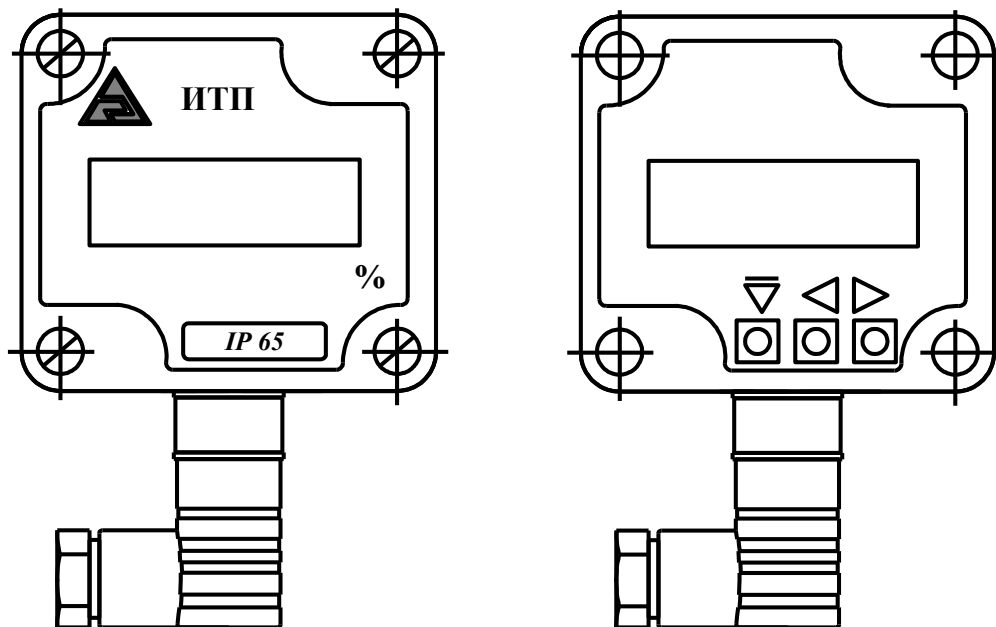
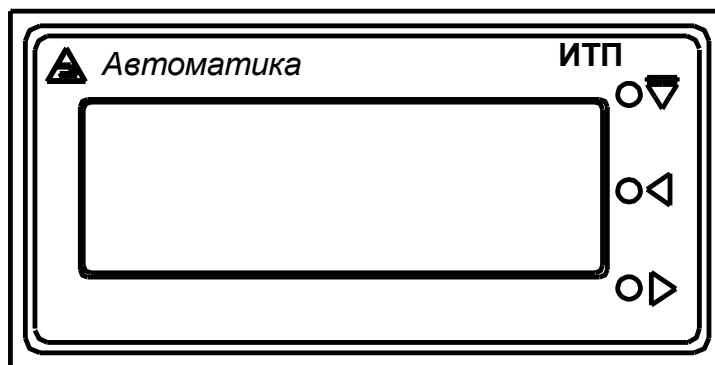

Рисунок 1 - Внешний вид передней панели прибора ИТП-Н1 и расположение кнопок (под крышкой)
Рисунок 2 - Внешний вид передней панели прибора ИТП-Щ1
5.3.3 На передней панели прибора (Рисунок 1, Рисунок 2) находятся:
– кнопки управления $\triangleleft \triangleright$ и \blacktriangledown (в ИТП-Н1 – под прозрачной крышкой; смотри Рисунок 1).